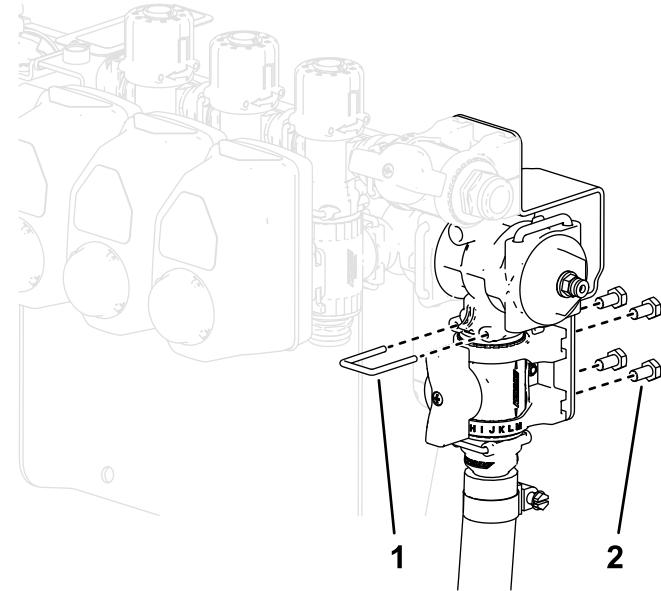

Figura 32
14. Conecte el conjunto de la válvula de control con acoplamiento recto a la parte inferior del distribuidor T usando la horquilla de retención incluida (Figura 32).
15. Instale el conjunto de la válvula de control en la parte inferior de la escuadra de la válvula de control con 4 pernos (M6), como se muestra en la Figura 32.